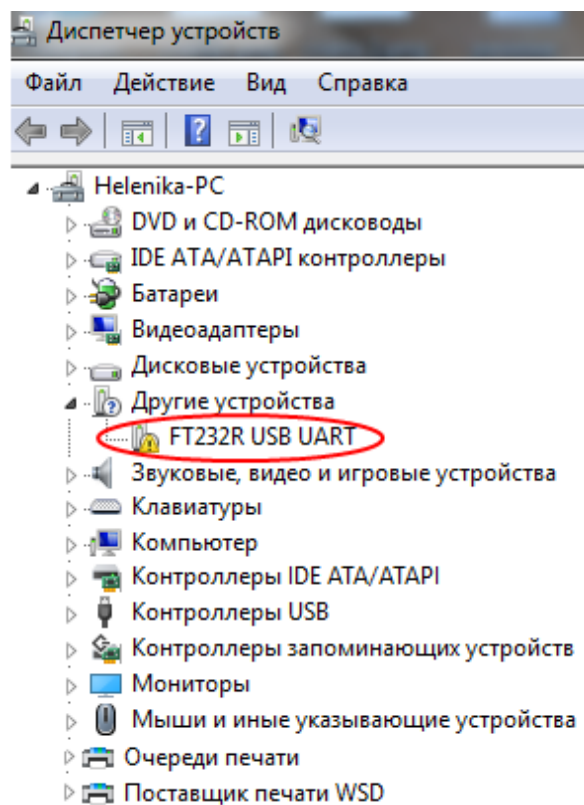

Рисунок 6 – Отображение «FT232R USB UART» в оснастке консоли управления в ОС Microsoft Windows 7
б) если в оснастке консоли управления в разделе «Порты (COM и LPT)» не появилось новое оборудование «USB Serial port (COM №)», значит изделие должно отобразиться как неизвестное устройство «FT232R USB UART» в списке оборудования «Другие устройства» оснастки консоли управления (рисунок 6). В таком случае на ПК требуется установить пакет драйверов виртуального COM-порта «Virtual COM Port Drivers» (см. пункт 2.3 настоящего РЭ), после чего ПК будет готово к работе с изделием.
2.3.1 Выполняется, если при подключении к ПК в оснастке консоли управления в списке оборудования «Другие устройства» изделие отобразилось как устройство «FT232R USB UART» (рисунок 6).